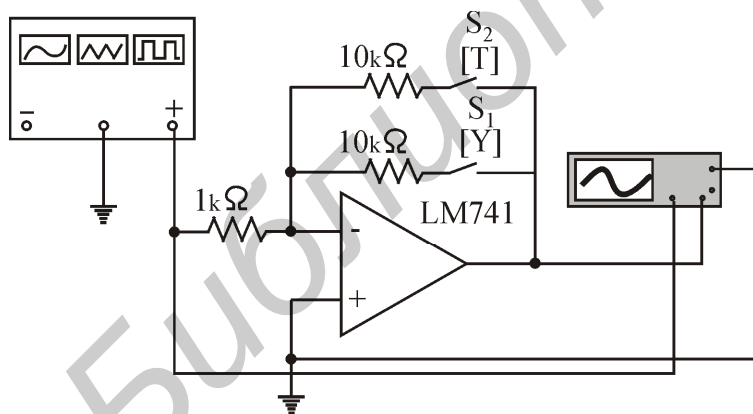

Рис.2.9. Инвертирующий усилитель
1.2. Ключом S_1 установите в цепи ООС сопротивление 10 кОм. Определите коэффициент усиления схемы (рис.2.9) по напряжению.